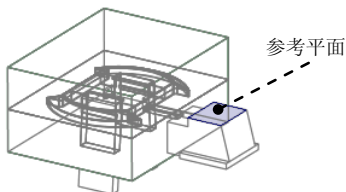
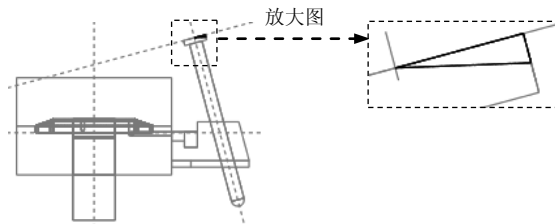

图 27.51 定义参考平面
图 27.52 截面草图
Step5. 创建实体切削特征。单击 **模具** 功能选项卡 **形状** 区域中的  按钮，此时系统弹出“拉伸”操控板；在操控板界面中按下  按钮；右击，从快捷菜单中选择 **定义内部草绘...** 命令。选择 MOLD_FRONT 基准平面为草绘平面，草绘平面的参考平面为图 27.51 所示的滑块表面，方位为 **上**，单击 **草绘** 按钮，进入草绘环境；进入截面草绘环境后，利用“投影”命令绘制图 27.52 所示的截面草图，完成特征截面的绘制后，单击“草绘”操控板中的“确定”按钮 ；在操控板中选取深度类型 （即“穿透所有”），在操控板中单击 **选项** 按钮，在“选项”界面中选“第 2 侧”深度类型 ；在“拉伸”操控板中单击  按钮，完成特征的创建。